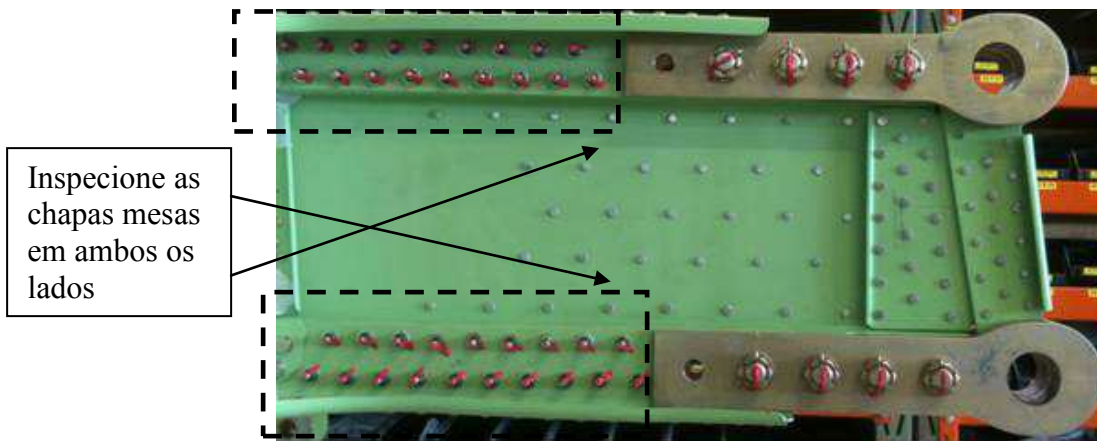

FIGURA 4: PINOS E PARAFUSOS DE FIXAÇÃO DAS CHAPAS MESAS DA LONGARINA
- 2.5 Inspeção visualmente as cabeças e porcas dos demais pinos e parafusos de fixação das chapas mesas da longarina (são 37 pinos/parafusos no total - vide FIGURA 4), bem como as chapas mesa quanto a presença de corrosão ou trincas. Se as cabeças destes pinos e/ou parafusos, ou as respectivas porcas, estiverem pintadas, remova mecanicamente a tinta usando lixa grana 180. Remova todos os pinos e parafusos que apresentem corrosão na cabeça ou na porca.